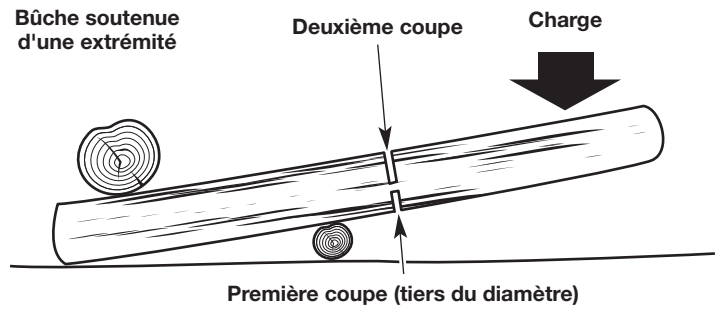

Fig. 29
- Si la bûche est soutenue sur une extrémité (Fig. 29), faites la première coupe depuis le bas (tronçonnage par dessous). Reportez-vous à *Tronçonnage par-dessous*.